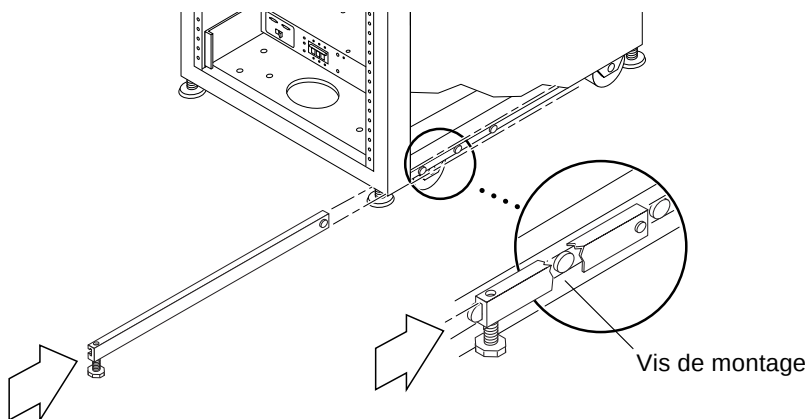

FIGURE 2-3 Installation du pied de stabilisation droit
2. Faites glisser le pied de stabilisation droit sur les trois vis de montage au pied de l'armoire du système (FIGURE 2-3) et déployez-le intégralement.